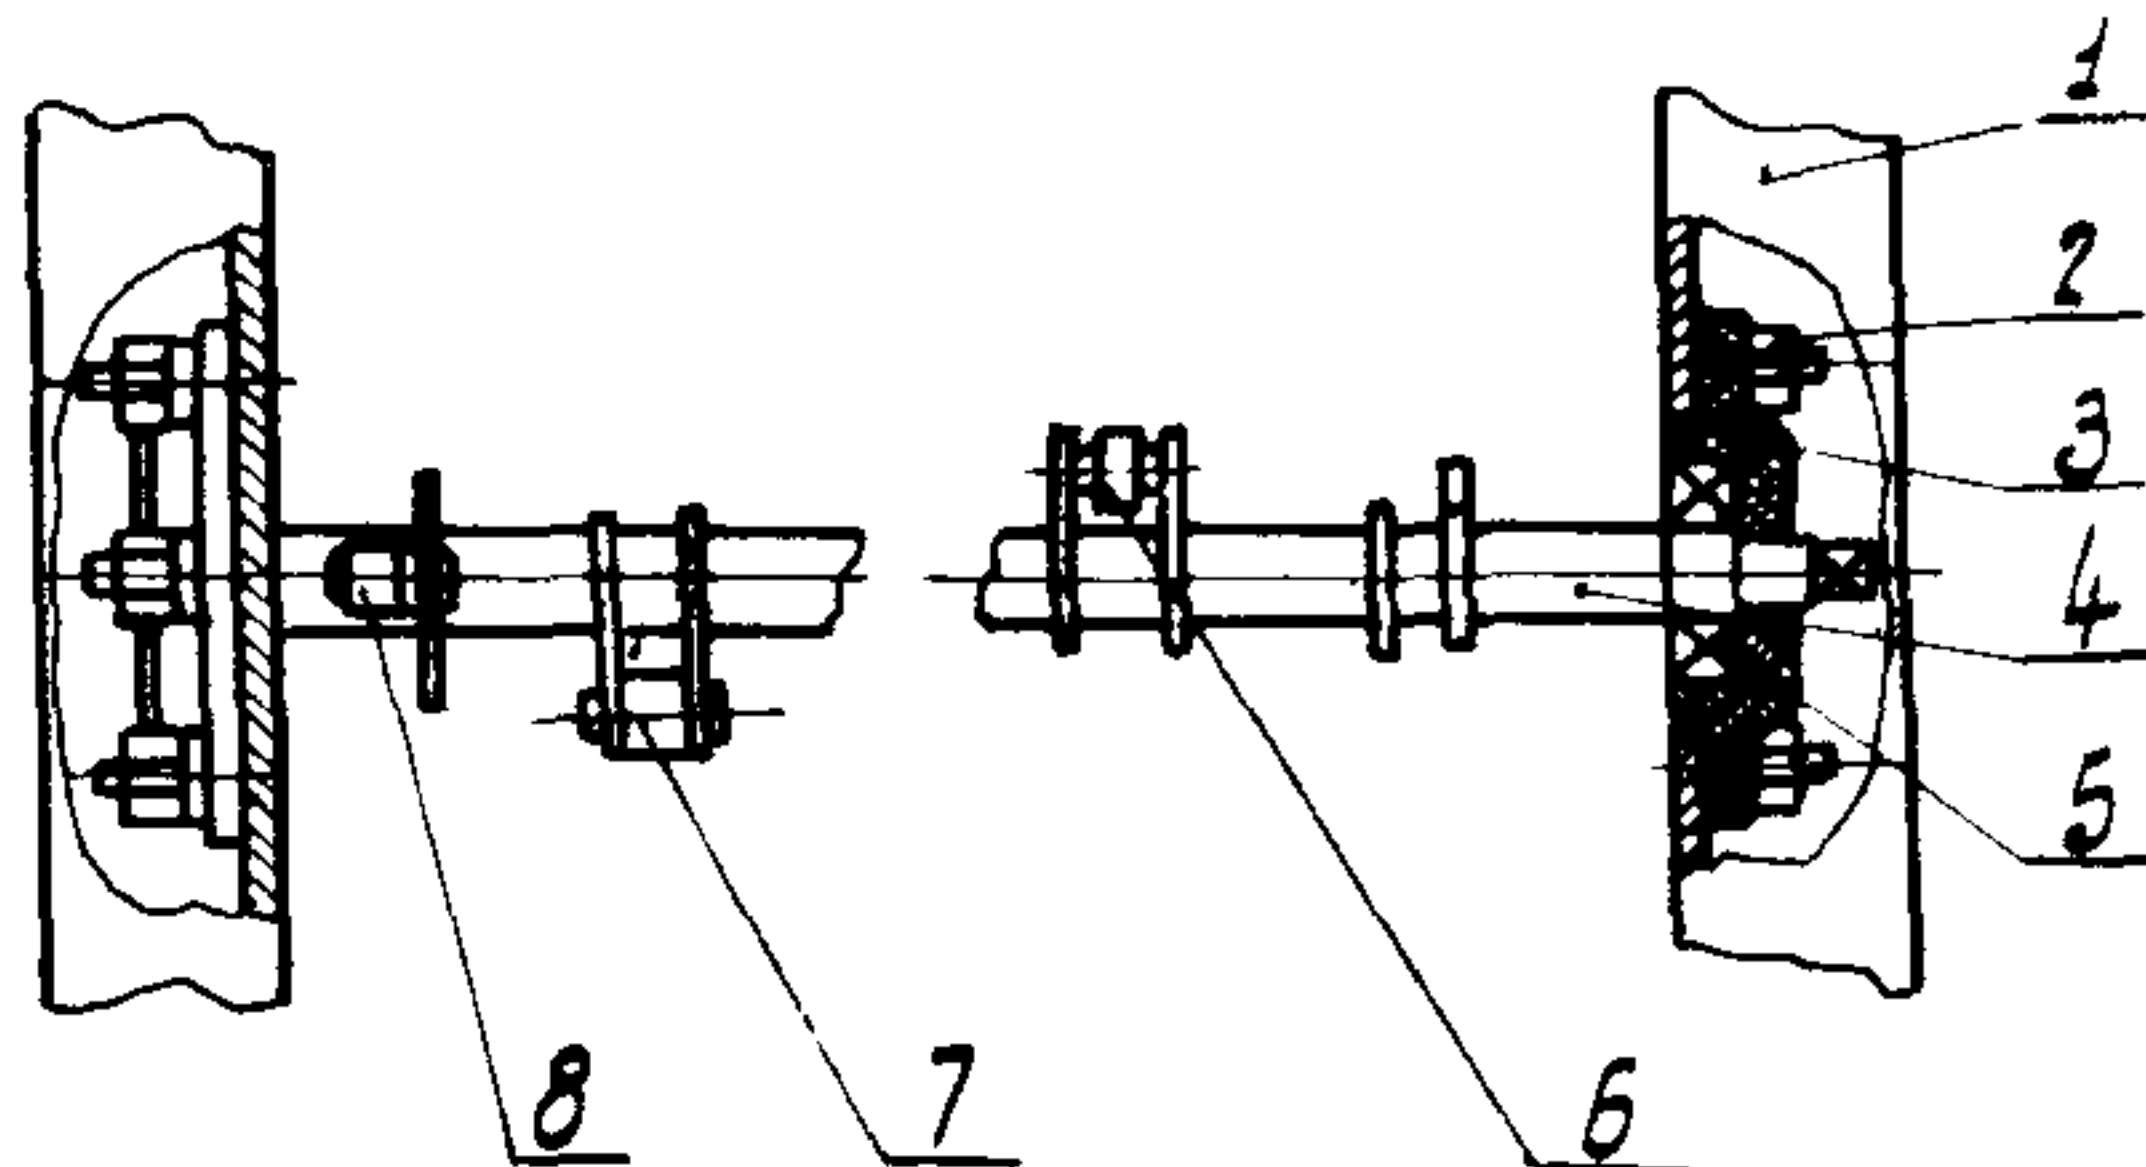

Рис.22. Вал выключателя:
16.3. Свинтить гайки 2 и снять с правой стороны рамы корпус подшипника 3 (рис.22).